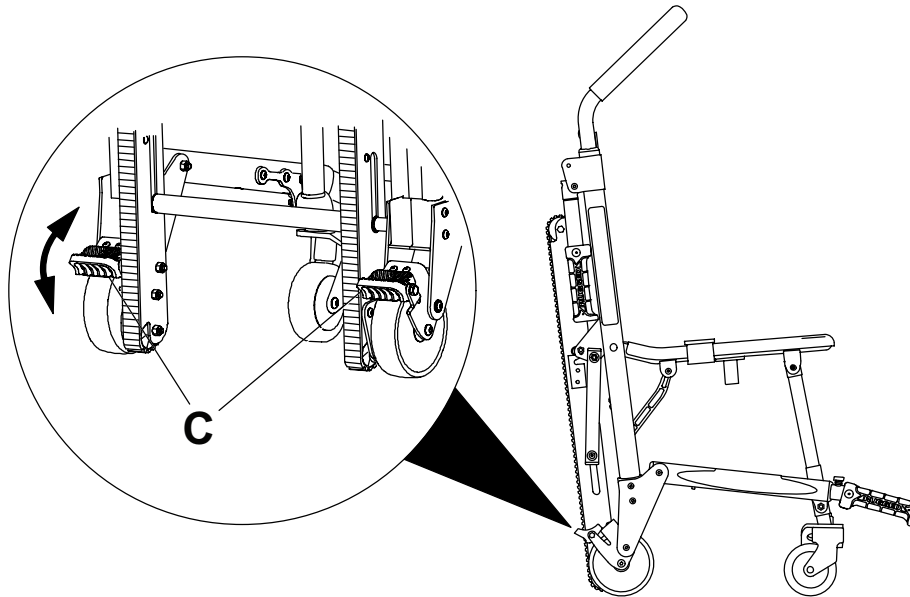

Figure 18 – Système de blocage des roues
Pour appliquer un blocage de roue (C), appuyer sur la pédale jusqu'à ce qu'elle s'arrête et repose contre la surface de la roue (Figure 18).
Pour libérer un blocage de roue (C), appuyer sur le haut de la pédale avec le pied, ou soulever la pédale avec l'orteil (Figure 18). Le haut de la pédale reposera contre le cadre de la roue lorsque le blocage de roue sera libéré.